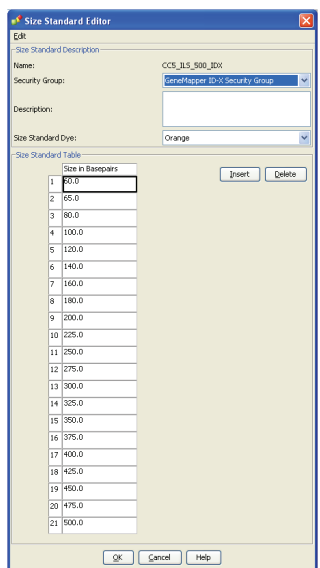

图 12. The GeneMapper® ID-X标准片段编辑
4. 在Size Standard编辑窗口中(图12)，选择“GeneMapper® ID-X Security Group”作为安全小组。这样可允许使用该软件的所有用户进入。也可使用其他的安全小组。